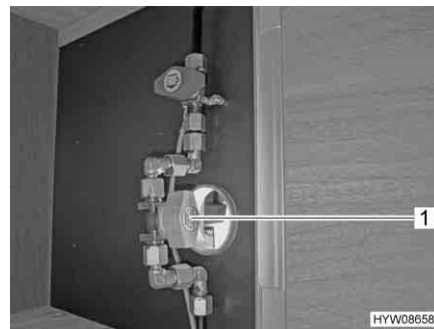

Fig. 39 Rubinetto di arresto del gas
- Aprire il rubinetto di arresto del gas (Fig. 39,1).
- Chiudere il rubinetto di arresto del gas (Fig. 39,1).